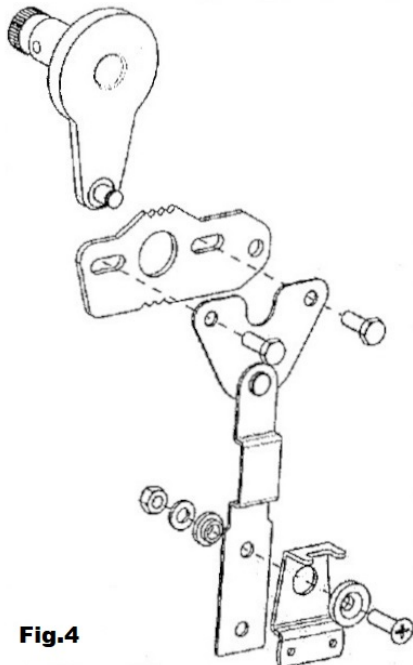

Fig.4
1. Accertarsi che la staffa dell'invertitore, sia montata nel modo corretto in base al tipo di azione richiesta dal motore (trazione/compressione del cavo) ed eventualmente invertirla. Per invertire il tipo di azione, **vedi Fig.4 e Fig.5.**
2. Per invertire il tipo di azione, fare riferimento alla **Fig.4**.